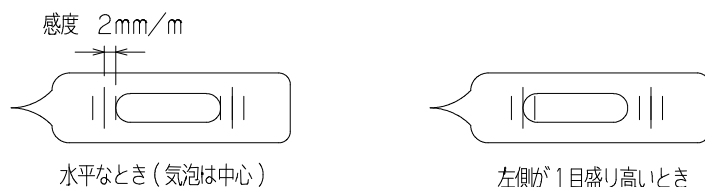

図 4. 主気泡管による高さの求め方
- ①図 4 のように、この傾斜測定水準器は、1 目盛気泡を移動させるのに